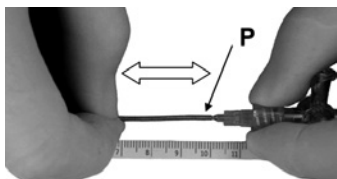

Fig. 22: posición 1A
- Si no puede liberar el dispositivo tirando del dispositivo de torsión (T), se recomienda prolongar el émbolo 2 cm en las proximidades del conector en "Y". Esto hará que se suelten los alambres de sujeción y se liberará el dispositivo (D). Fig. 22 - 25.